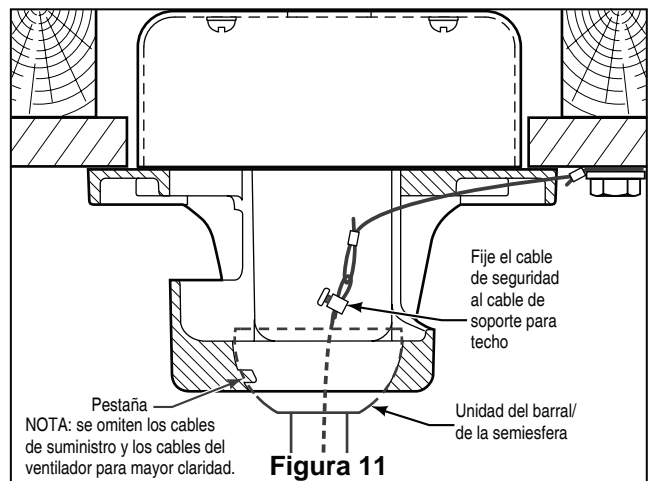

Figura 11
4. Levante cuidadosamente el ventilador y coloque el ensamble de la bola para colgar/varilla en la abrazadera para colgar que acaba de fijar a la caja de salida. Asegúrese de que la ranura de la bola esté alineada con la lengüeta de la abrazadera para colgar. (Figura. 11)